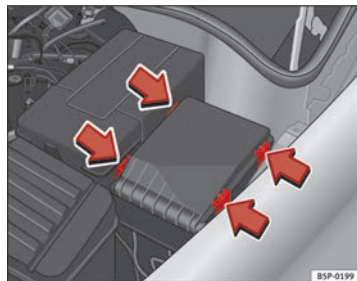

Fig. 180 Tapa de la caja de fusibles en el compartimiento motor
- Retire la tapa de fusibles del compartimiento del motor haciendo presión sobre las lengüetas hacia el centro de la tapa ⇒ fig. 180.